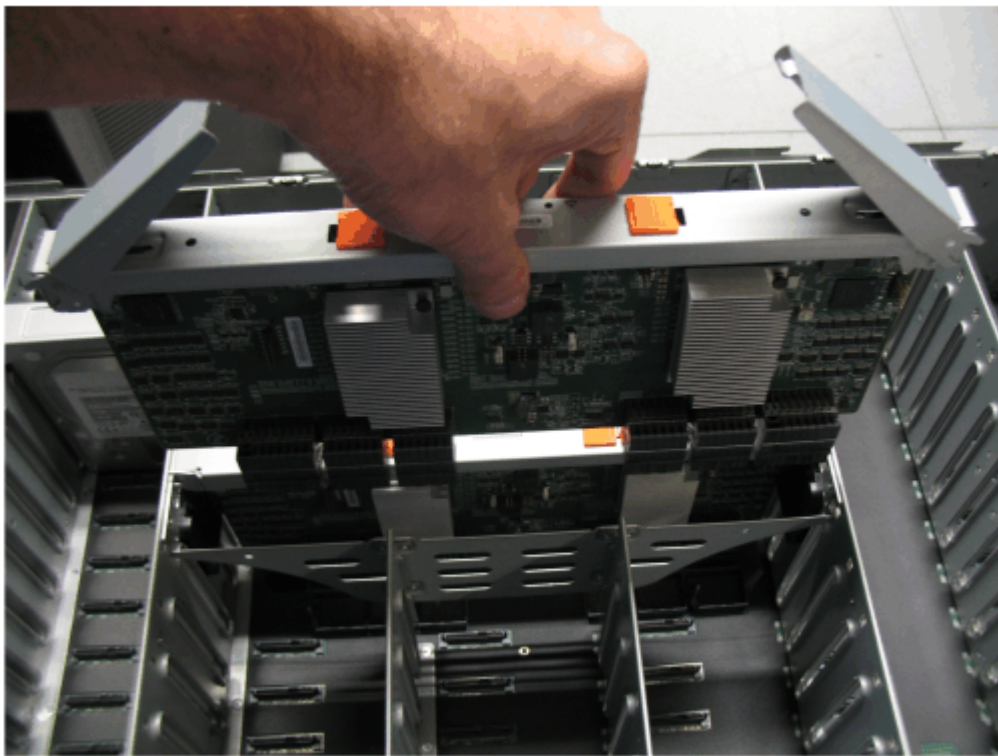

Abbildung 115. Sekundäres Erweiterungsmodul entfernen
4. Heben Sie das sekundäre Erweiterungsmodul vorsichtig aus dem Gehäuse (siehe Abbildung 115 auf Seite 106).